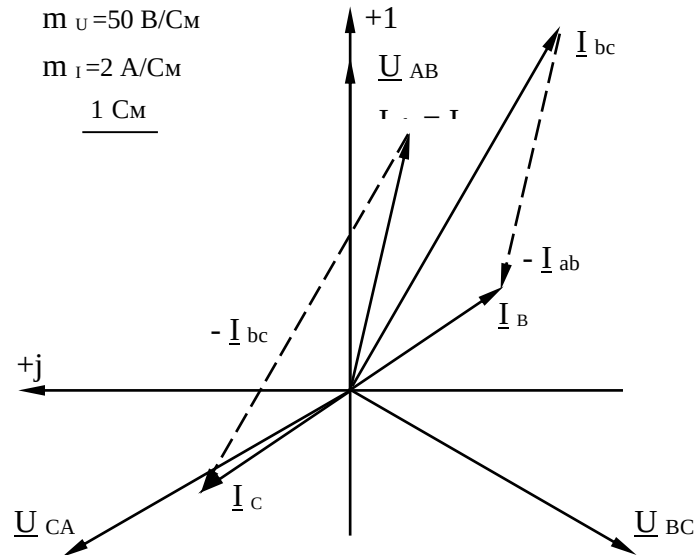

Рисунок 3.10
7. Векторную диаграмму токов и напряжений строим по результатам расчетов (рисунок 3.10)